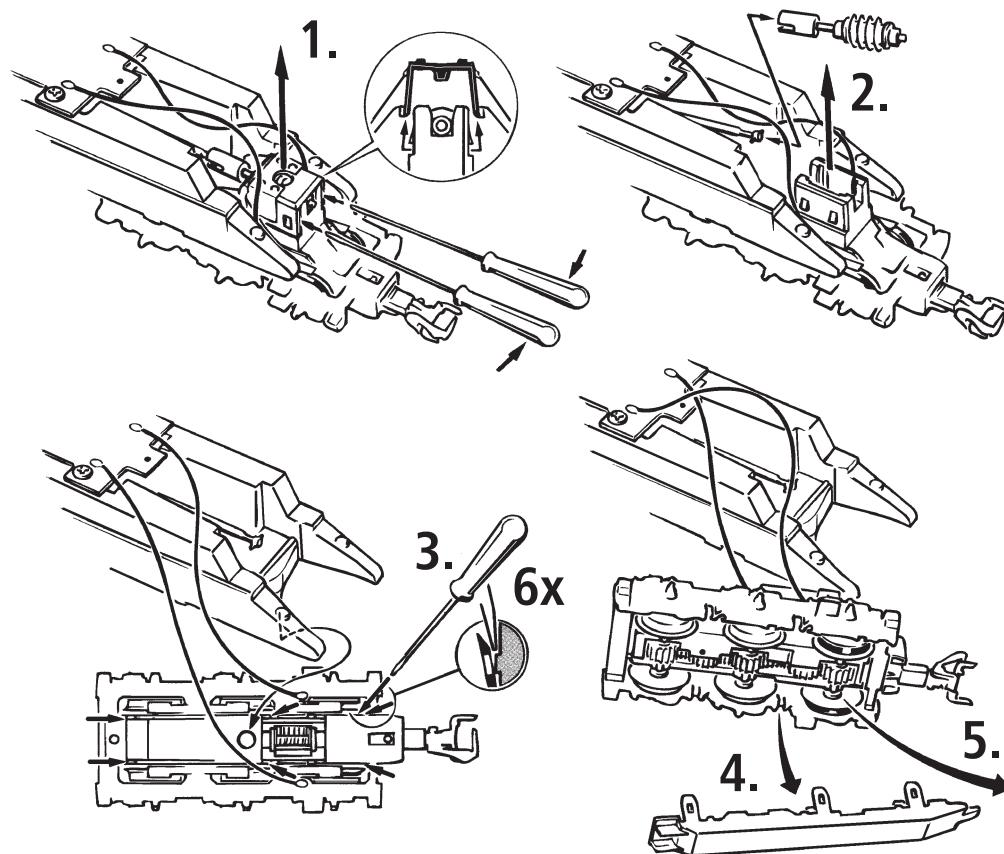
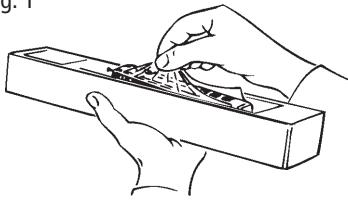
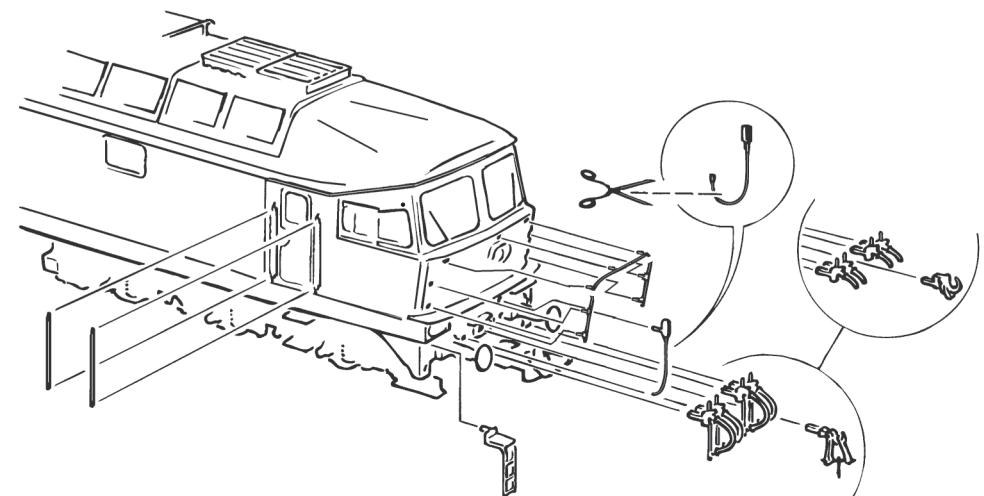

Fig. 7
Fig. 2
Fig. 5
**2. Schmierung:** Verehen Sie die im Schmierplan in Fig. 5 gekennzeichneten Stellen mit nur **kleinen Öltropfen**. Dazu zuerst das Lokgehäuse abnehmen (Fig. 2). Wir empfehlen den ROCO **Öler Art.-Nr. 10906**. Fürs Schmieren der Getriebeteile (Zahnräder, Schnecke) empfehlen wir das **ROCO-Spezialfett Art.-Nr. 10905**. Im Falle der Schmierung diese Teile **nicht ölen**.
**2. Lubrication:** Apply **tiny oil drops** to spots marked in fig. 5. Prior to lubrication dismantle locomotive (fig. 2). We recommend using item no. **10906, Roco oiler**. For lubrication the gearparts (e.g. cogwheels, worm) we would recommend our Roco **special grease** (item no. **10905**).
**4. Motor Changing:** First remove loco body (fig. 2), and then the motor (fig. 7).
**2. Graissage:** N'appliquez **qu'une tout petite goutte** aux endroits indiqués par le plan de graissage (fig. 5) après avoir démonté la caisse de la locomotive (fig. 2). Nous vous recommandons **le graisseur à huile Roco réf. 10906**. Pour graisser les engrenages (roues dentées, vis sans fin) nous vous conseillons la **graisse spéciale Roco réf. 10905** pour engrenages en matières synthétiques. Lorsque vous utilisez cette graisse il faut éviter d'huiler ces composants.
voir } Fig.2
voir } Fig. 2